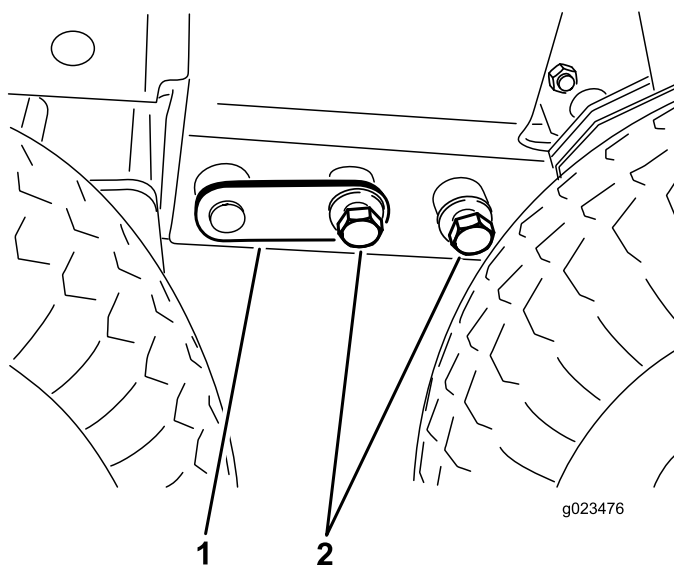

Figure 22
9. Réglez le cric de façon à pouvoir monter les boulons (3/4 po) de chaque côté (Figure 22). Serrez les boulons à 359 Nm (265 pi-lb).